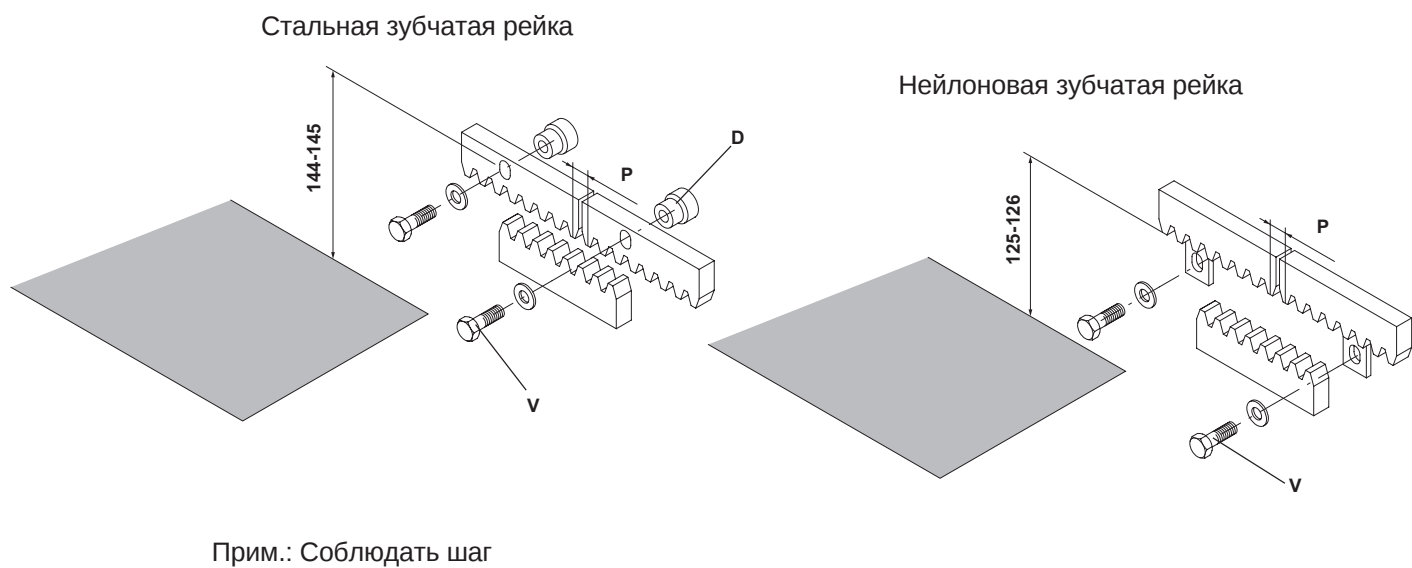

Рис. 2
4.1 Зубчатая рейка из нейлона (рис. 2)
4.2 Зубчатая Рейка из стали 12x30 мм (рис. 2)
4.3 Соблюдать шаг зуба между концами зубчатых реек; с этой целью удобно использовать еще одну зубчатую рейку как шаблон (см. Рис. 2).